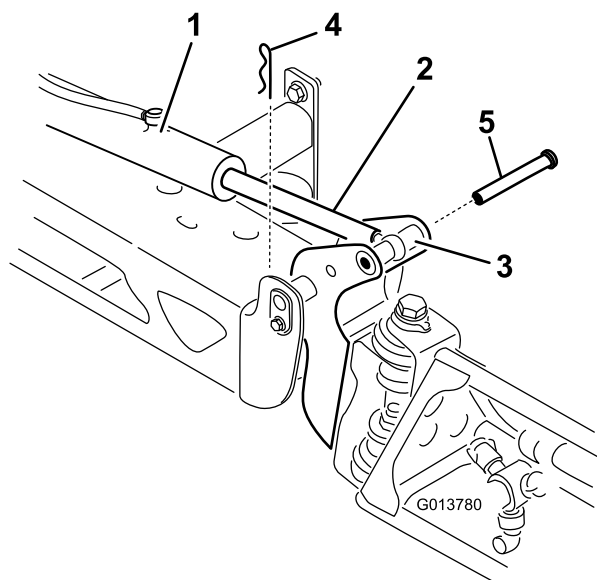

Figure 63
2. Retirez la goupille fendue de l'axe de pivot (Figure 63).
3. Soulevez la rampe, déposez l'axe (Figure 63) puis abaissez doucement la rampe au sol.
7. Tout en maintenant la rampe, insérez l'axe dans le pivot de rampe et la tige de vérin (Figure 63).